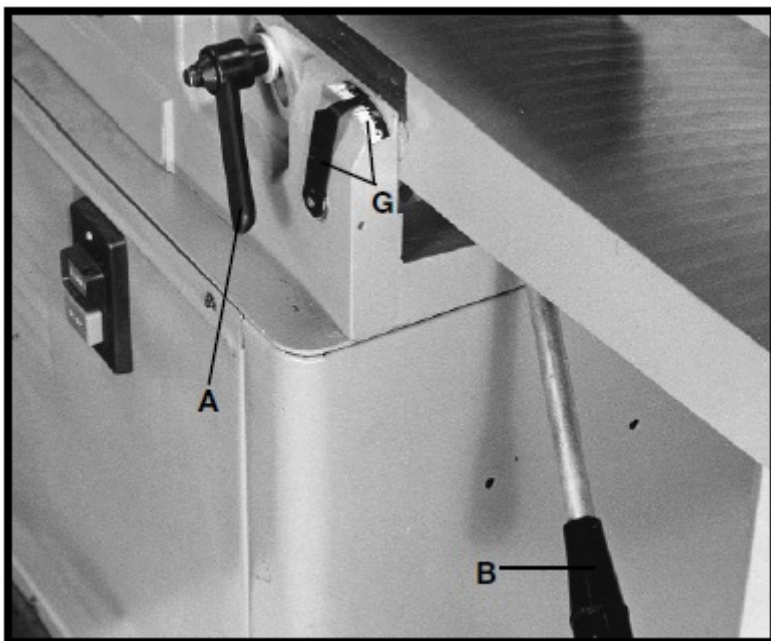

Рис. 19
Для подъёма или опускания подводного стола (рис. 4А) ослабить рукоятку фиксации стола (А), рис. 19, и переместить рычаг подъёма и опускания стола (В) вверх или вниз до установки стола в требуемое положение, затем затянуть рукоятку фиксации стола (А). **ПРИМЕЧАНИЕ:** рукоятку фиксации стола (А) можно переставлять вытягиванием рукоятки и переставляя её на зубчатой гайке, расположенной под рукояткой.
Глубину резания в зависимости от положения подводного стола (положения стола относительно окружности резания) можно считать по указателю и шкале (G), рис. 19.